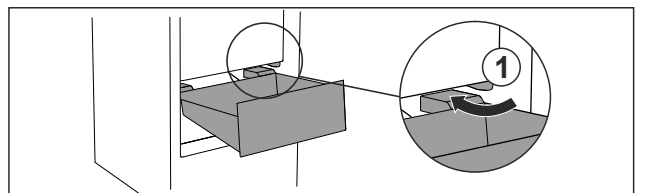

Fig. 101
- ▶ Schubfach schräg um die Stopper Fig. 101 (1) herumführen.